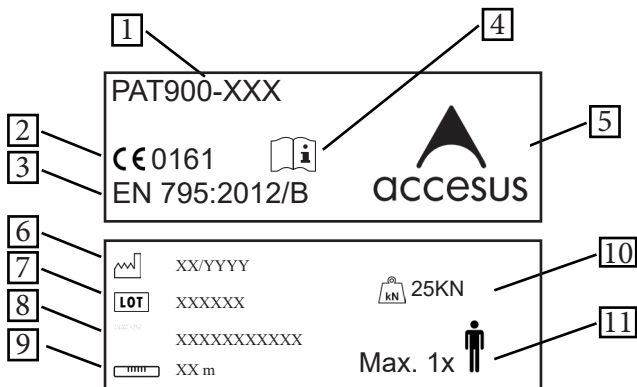

Fig. 2
11. Número de personas que pueden utilizar al mismo tiempo el equipo: 1 persona (ver Fig.2)
(see Fig.2)